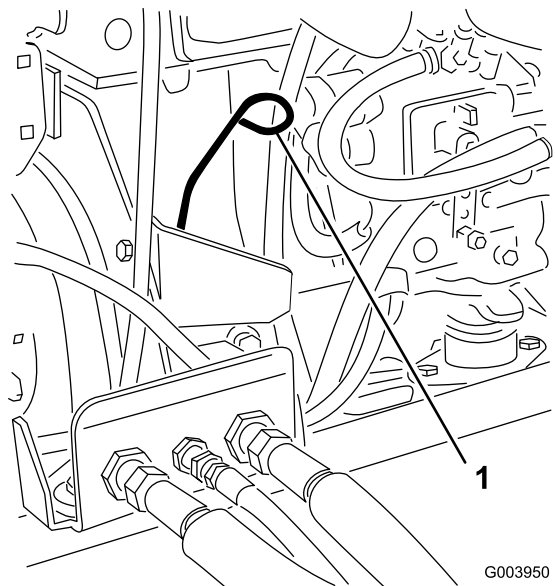

Bild 29
3. Nehmen Sie den Peilstab heraus und wischen Sie ihn ab. Stecken Sie ihn dann ein (Bild 29).